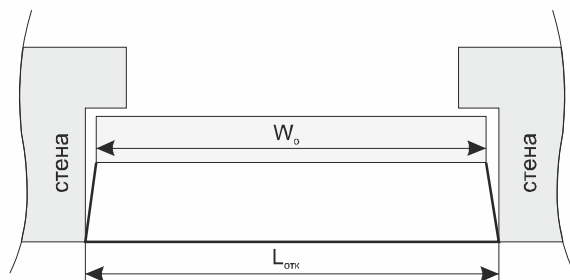

Рис. 13
- 4 Длина верхнего (горизонтального) откоса $L_{отк} = \text{ширина окна } (W_o) + \min 200\text{мм}$ (Рис.13).